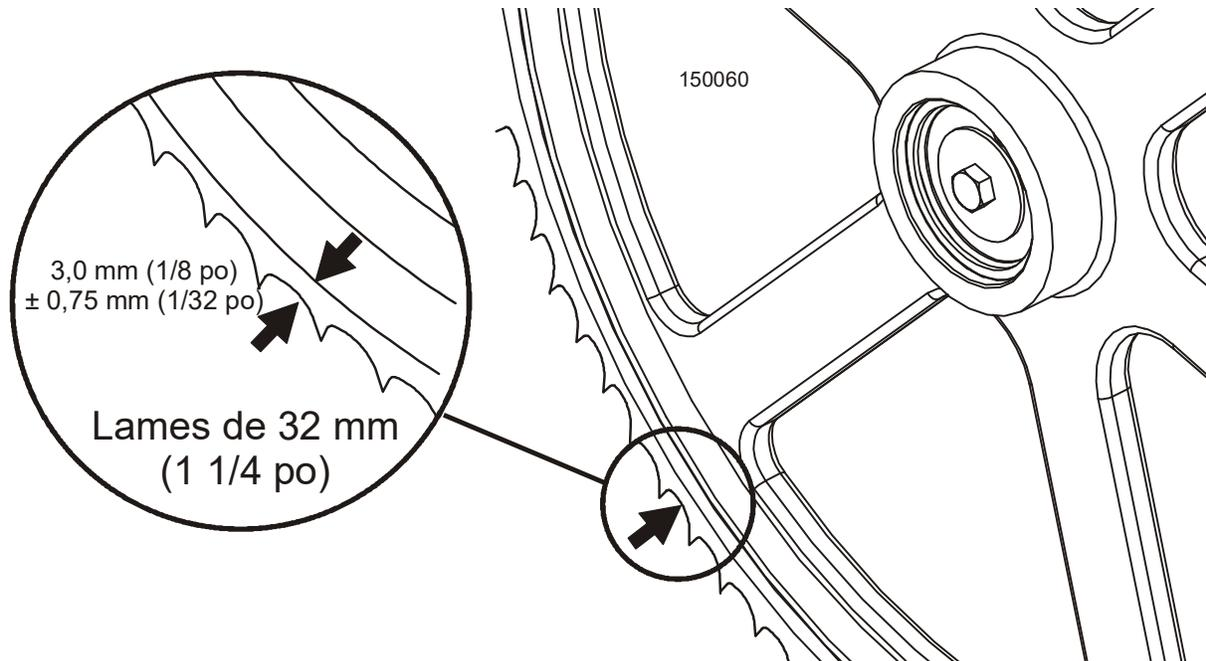

FIG. 4-2
5. Eteignez le moteur et vérifiez la position de la lame sur les volants. Voir Figure 4-2.
NOTA : Si la lame est trop à l'extérieur, reculez-la sur le volant en tournant le contrôle d'inclinaison dans le sens inverse des aiguilles d'une montre. Si la lame est trop à l'intérieur, tournez le contrôle d'inclinaison dans le sens des aiguilles d'une montre jusqu'à ce que la gorge de la lame se trouve à la bonne distance du bord avant du volant. Voir Figure 4-2.